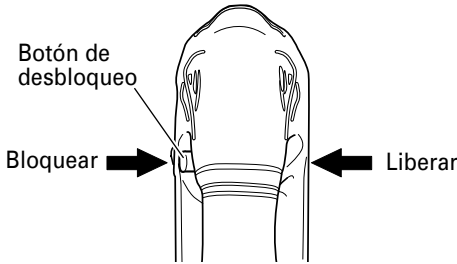

Fig. 9
- (1) Botón de bloqueo-desconexión (Fig. 9)